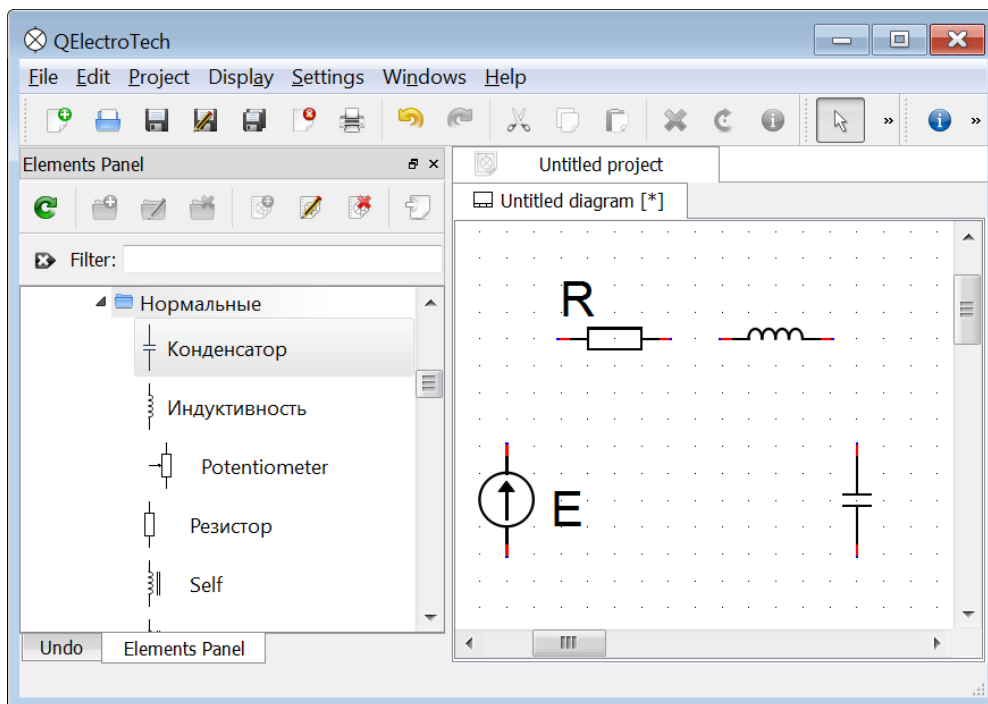

Рис. 5
5. Выделяем резистор и поворачиваем его горизонтально, кликая на панели инструментов кнопку «Повернуть», рис. 5. Вместе с резистором поворачивается и буква R. Выделив ее поле, кнопкой «Повернуть» устанавливаем ее в нужное положение. Аналогично поступаем с условными обозначениями катушки и конденсатора.